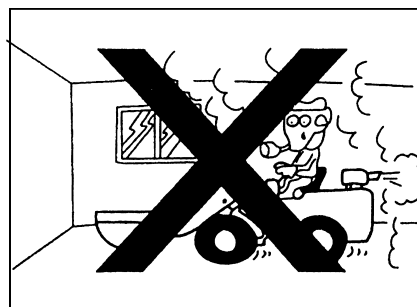

Рис. 1-79
- Если необходимо применить погрузчик, или обработать топливо, промыть детали или покрасить его в замкнутом или плохо вентиляционном месте, то нужно открыть двери и окна для обеспечения достаточной вентиляции во избежание отравления газом. При открытых дверях и окнах все еще не хорошо вентиляционное, следует установить вентилятор (рис. 1-79).